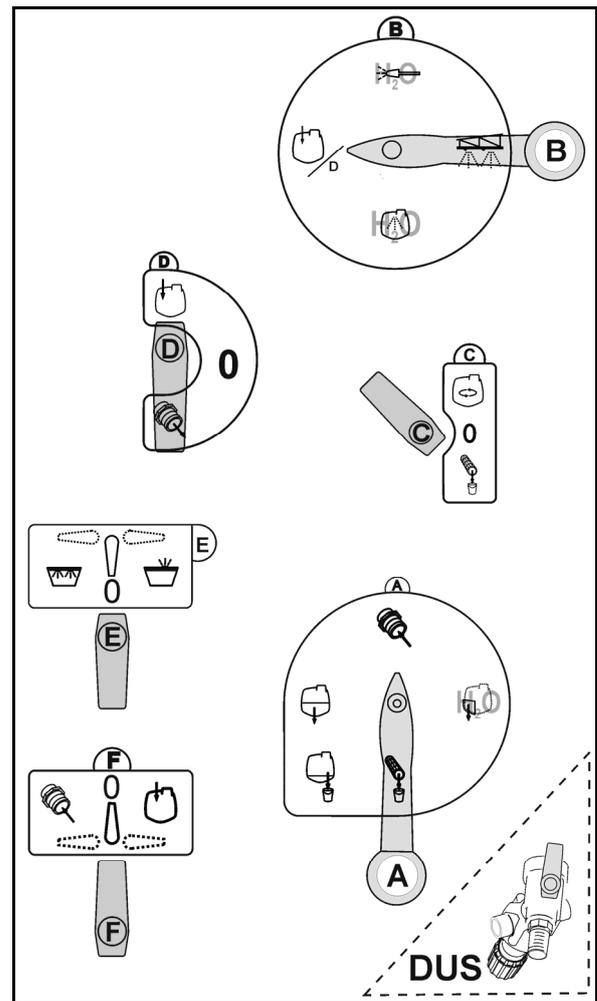

Fig. 13
5. Na área de controlo, coloque as torneiras de comando na posição indicada (Fig. 13):